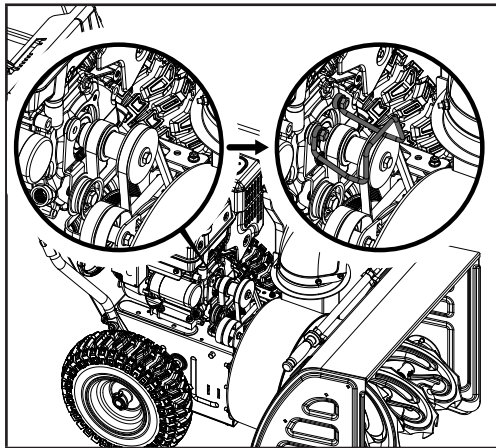

Figure 42
9. Remplacez le protège-courroie et installez les boulons (20 mm / 30 mm) qui avaient été enlevés précédemment. Une fois le protège-courroie réinstallé, assurez-vous que la distance est la même des deux côtés entre la poulie et le protège-courroie (figure 42).